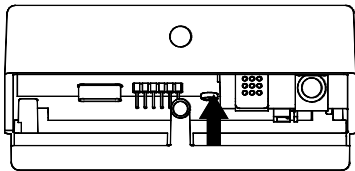

Fig. 4
**2** Girar la tapa ejercitando una ligera presión hasta extraerla completamente Fig. 4).